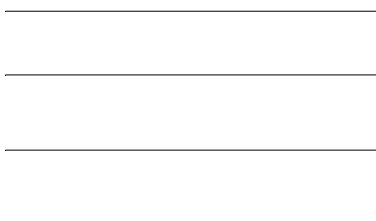

图 8-96 打开素材
**01** 按 Ctrl+O 组合键，打开配套光盘提供的“第 8 章/ 8.5.7 多管标注.dwg”素材文件，结果如图 8-96 所示。